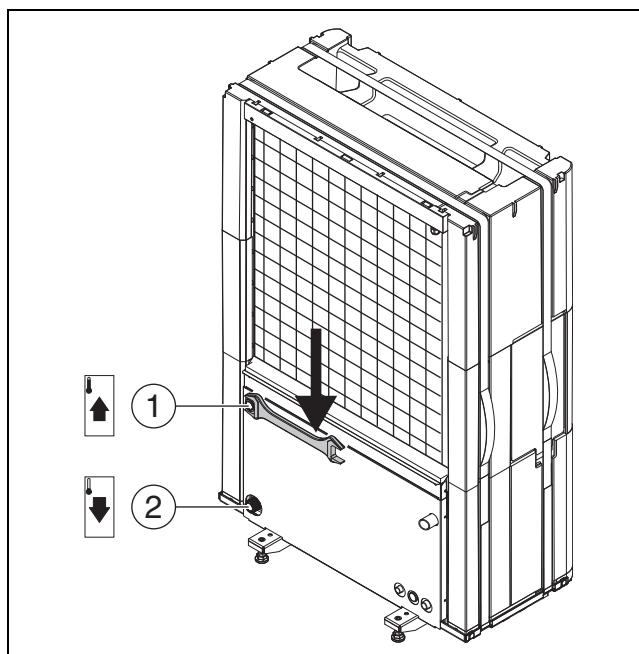

Fig. 15 Tilslutning af varmebærrørene, gælder for alle størrelser
- ▶ Tilslut fremløbet til indeenheden på varmepumpens varmebærerudgang (→ [1], fig. 15).
- ▶ Tilslut returløbet fra indeenheden på varmepumpens varmebærerindgang (→ [2], fig. 15).
- ▶ Tilspænd tilslutningerne til varmebærrørene med et tilspændingsmoment på 120 Nm. Led kraften nedad (→ fig. 15) for at undgå en sideværts belastning af kondensatoren. Hvis ikke tilslutningen er tilstrækkelig tæt, kan forbindelsen tilspændes med et tilspændingsmoment på op til 150 Nm. Hvis tilslutningen stadig ikke er tæt, tyder dette på en beskadigelse af pakningen eller det tilsluttede rør.